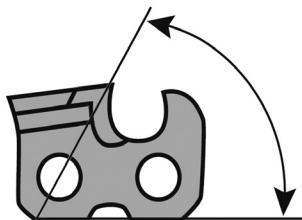

Рис. 10 Угол заточки режущего зуба по вертикали
5. В соответствии с таблицей размеров определите угол заточки режущих зубьев пильной цепи по вертикали (Рис. 10). Для различного типа пильных цепей он составляет 50-60°.